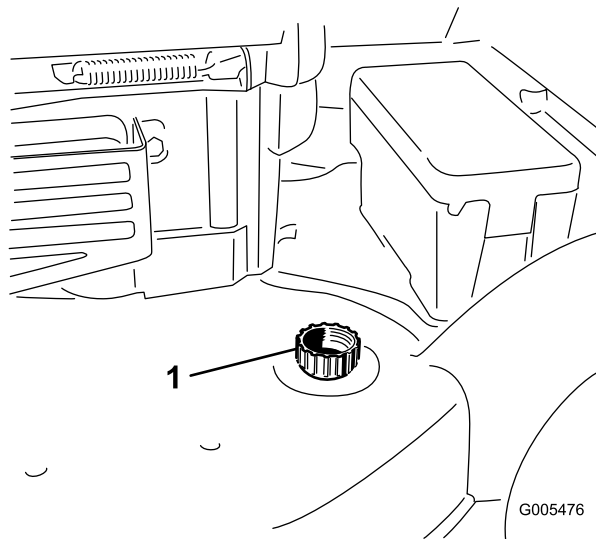

Рисунок 43
3. Присоедините садовый шланг, подключенный к источнику воды, к отверстию для промывки в корпусе газонокосилки (Рисунок 43).